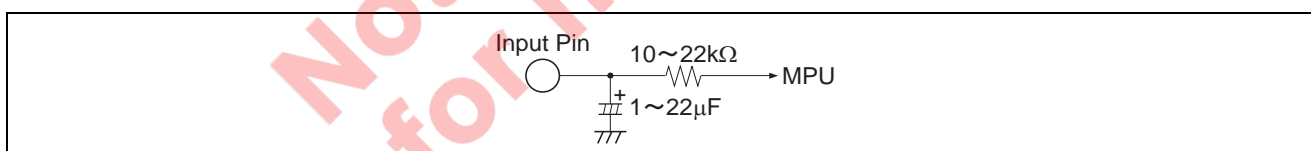

図 2 ポップ音低減インタフェース
- ポップ音を低減するには、図 2 に示すようにモードコントロールピンに 10k Ω ~22k Ω の抵抗と、1 μ F~22 μ F の容量を付加してください。